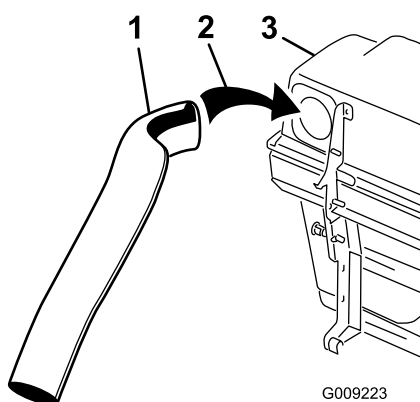
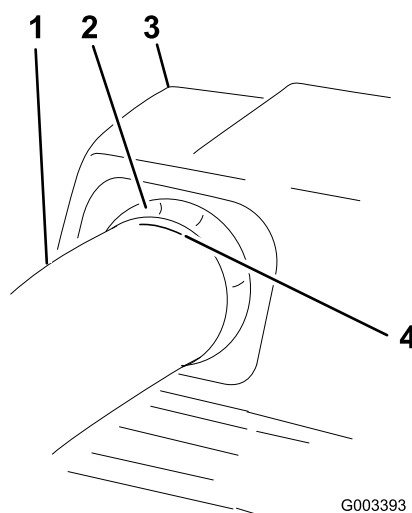

Figure 22
Figure 24
5. Insérez le tube supérieur dans l'ouverture du système de ramassage et ressortez-le pour que le joint en caoutchouc dépasse (Figure 22 et Figure 24).
7. Lorsque la distance est correcte, marquez l'extérieur du tube supérieur à l'endroit où le joint en caoutchouc dépasse. Cette marque servira à garantir le bon positionnement du tube supérieur avant de percer les trous et de raccorder les tubes supérieur et inférieur (Figure 24).